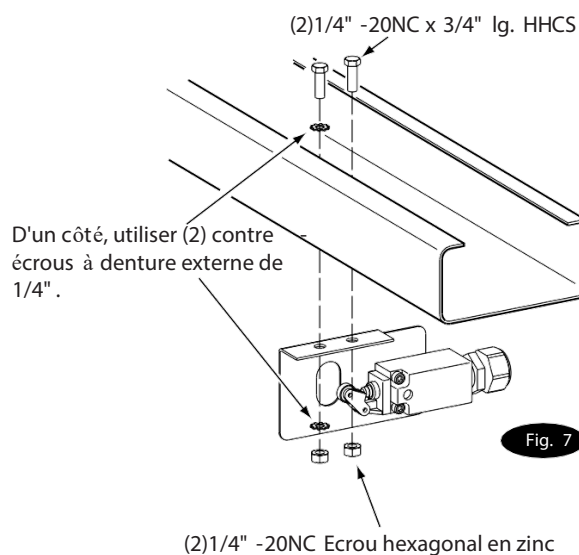

Fig. 7
Monter l'ensemble de l'interrupteur vers la colonne de l'unité d'alimentation en utilisant (2) 1/4"-20NC x 3/4" lg. HHCS, écrous 1/4"-20NC et rondelles étoilées 1/4", Fig. 7.